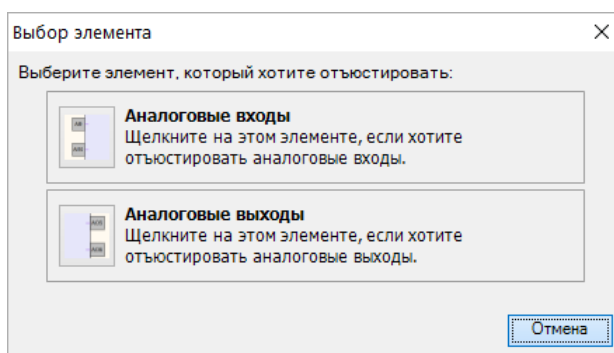

Рисунок 8.8 – Меню юстировки
2. Запустить OwenLogic и выбрать в меню пункт «Прибор» → «Юстировка входов/выходов» для запуска мастера юстировки. В диалоговом окне «Выбор элемента» выбрать пункт «Аналоговые входы» (см. рисунок 8.8, 1).
В случае использования входа для измерения сигналов «4... 20 мА» рекомендуется провести юстировку входа, предварительно выбрав параметр «Тип датчика» равным «4...20 мА». Калибратор напряжения следует подключить по схеме (см. рисунок 8.8, 2). Действия по юстировке аналогичны пп 2–3.
В случае использования входа для измерения сигналов «0... 4000 Ом» рекомендуется провести юстировку входа, предварительно выбрав параметр «Тип датчика» равным «0... 4000 Ом». На вход подключить источник эталонных сопротивлений, например магазин сопротивлений, по схеме (см. рисунок 8.8, 3). Действия по юстировке аналогичны пп 2–3.